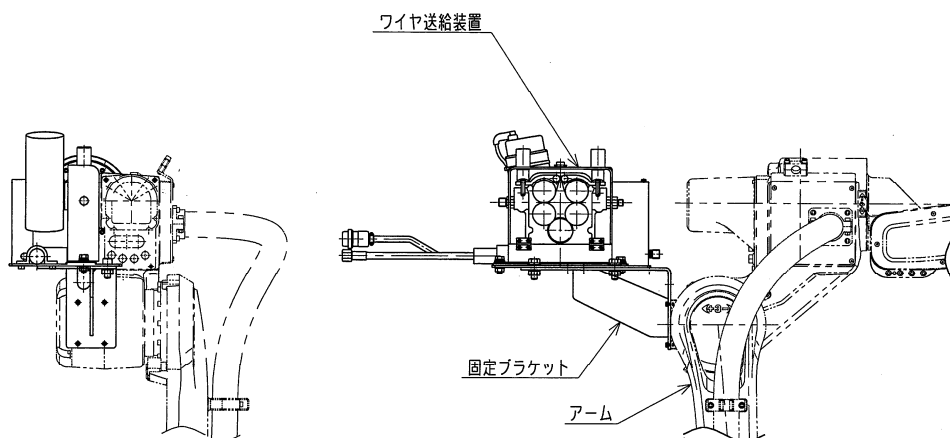

図 1.3 ワイヤ送給装置取り付け外観図(手順 3)
3. ワイヤ送給装置を取り付けると図 1.3 のようになります。